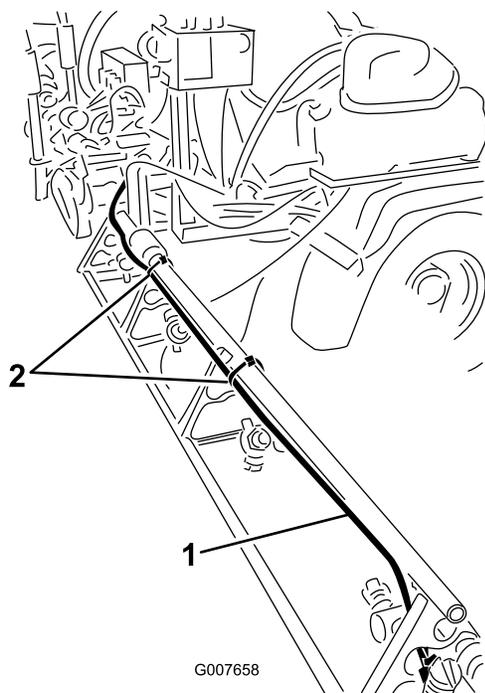

Figura 9
- A. En el brazo derecho, instale la manguera de espuma a lo largo del lado trasero del tubo superior (Figura 9).